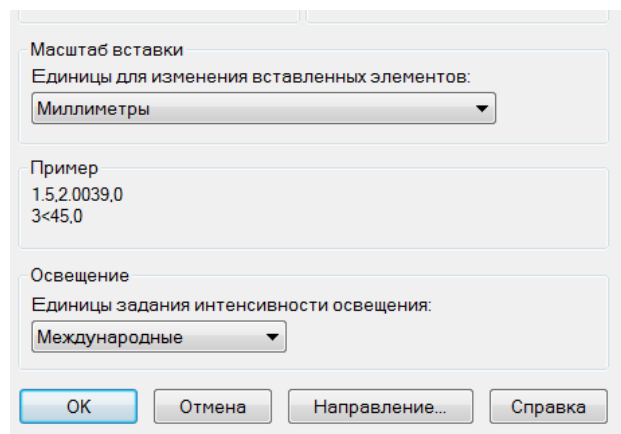

Рисунок 7 – Настройка единиц измерения
- Также обратите внимание, что в разделе "Масштаб вставки" будет указана система измерения по умолчанию, например международные единицы измерения, миллиметры. (Рисунок 7)